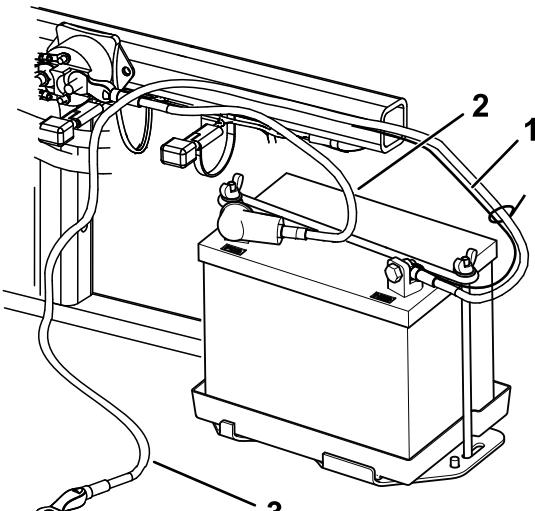

Bild 6
- Befestigen Sie das Pluskabel (rot) mit einer Schraube ($\frac{1}{4}$ " x $\frac{5}{8}$ ") und einer Sicherungsmutter am Pluspol (+) (Bild 6).
- Befestigen Sie den kleinen schwarzen Draht und das Minuskabel (schwarz) mit einer Schraube ($\frac{1}{4}$ " x $\frac{5}{8}$ ") und einer Sicherungsmutter ($\frac{1}{4}$ ") an der Minusklemme (-) der Batterie (Bild 6).